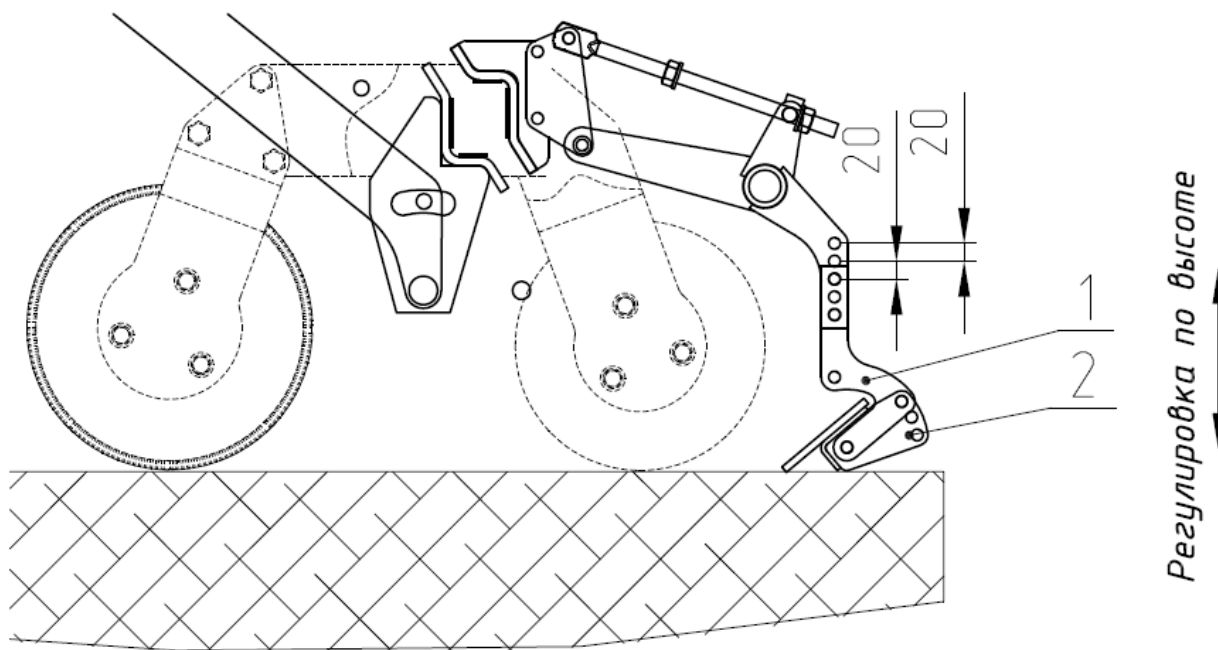
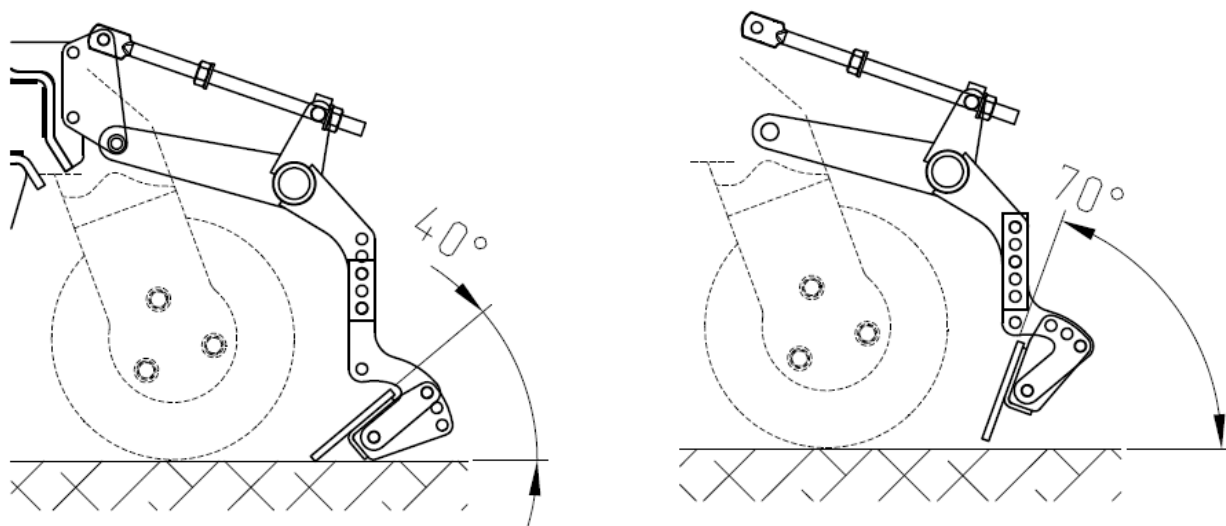

Рис.13.3 Регулировка планчатого выравнивателя по высоте.
Рис.13.4 Регулировка планчатого выравнивателя по углу (активное положение планки).
7.2.2 Регулировка планчатого выравнивателя по углу осуществляется поворотом держателя 2 (рис.13.3) относительно нижнего отверстия и фиксации держателя в соответствующих отверстиях. Угол положения планки можно устанавливать как в "активном" положении (рис.13.4) так и в "пассивном" положении (рис.13.4).